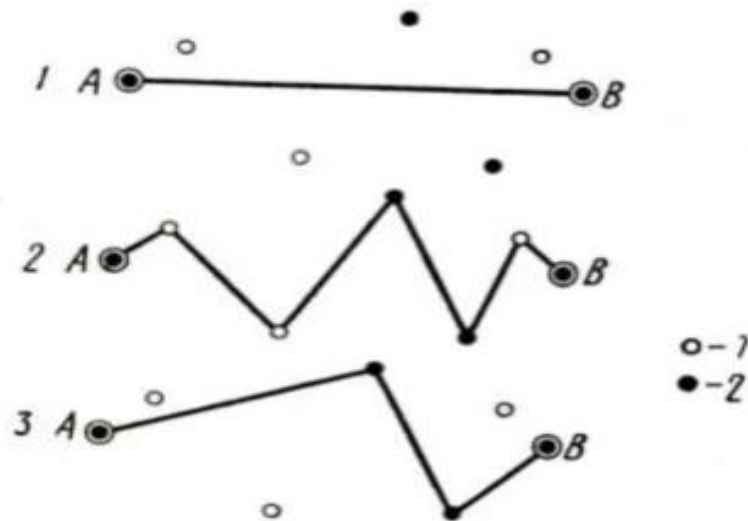

Рис.3.4.1. 2- промышленные пункты, 1- прочие транспортные пункты
- 3 – вариант – наиболее экономичный, см. рис. 3.4.1.